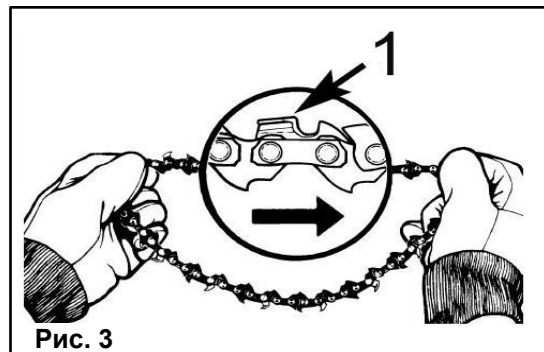

Рис. 3
- Растяните цепь так, чтобы резцы были направлены **ПО ЧАСОВОЙ СТРЕЛКЕ** к вращению (**Рис. 3**).
- Установите крышку шины (9) на место, удостоверившись, что выравнивающий штифт находится в нижнем отверстии шины. Проверьте, что цепь не соскакивает с шины. Установите предохранительные гайки шины и затяните их вручную.